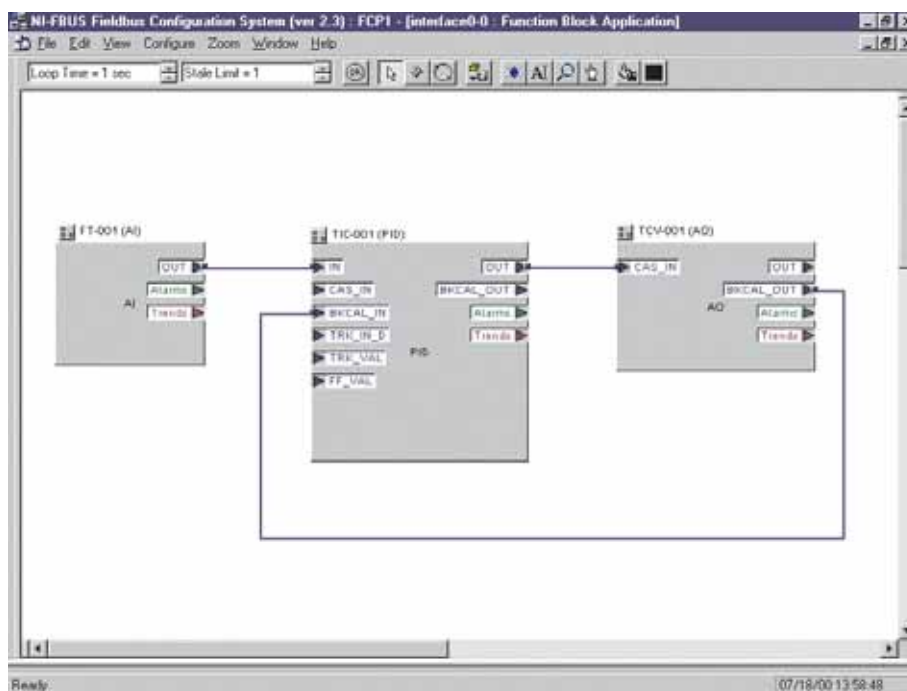

Рис. 55: Подключение блоков функций с использованием Конфигуратора NI-FBUS
22. Системное конфигурирование/подключение блоков функций (см. Рис. 55):